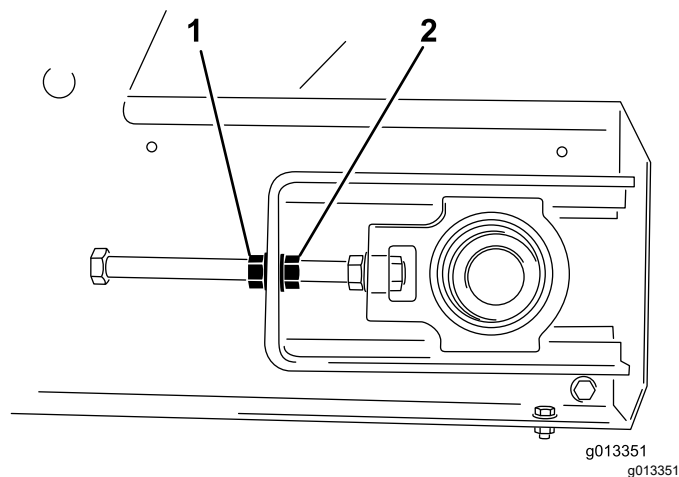

図 59
4. テンショナロッドが回らないようにロッドの端部をレンチで押さえながら、もう本のレンチでロックナットロッドの端部に一番近いナットをゆるめる **図 59**。
3. ベルトが寄ってくる側で調整する。テンショナロッドが回らないようにロッドの端部を押さえながらロックナットをゆるめ、調整ナットをナットの面分締めつける **図 59**。